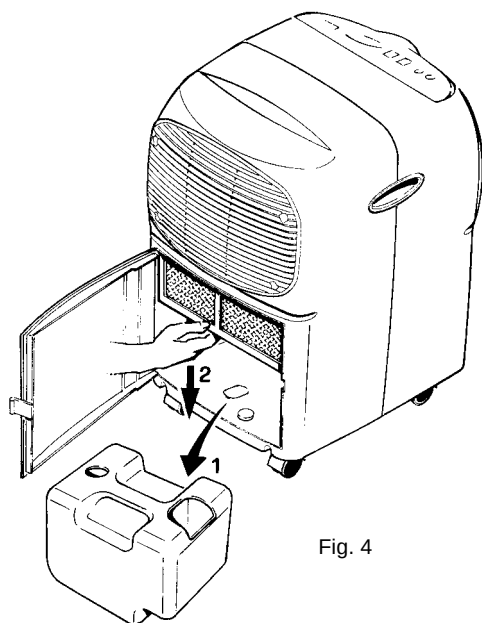

Fig. 4
- Para retirar o filtro de ar, abra a porta, retire o reservatório e extraia o filtro, puxando-o para baixo (fig. 4).